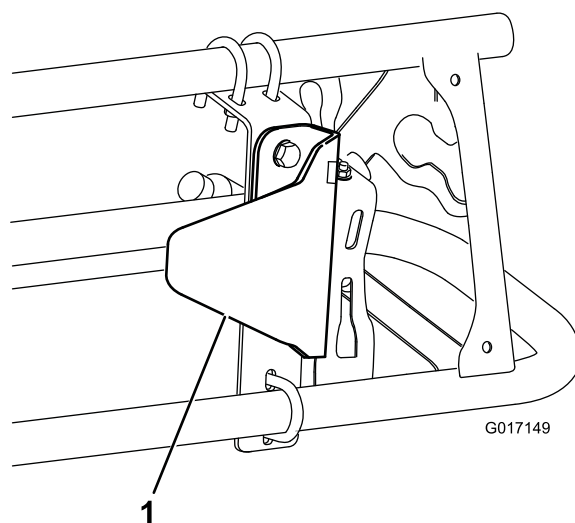

Рисунок 10
1. Монтажный кронштейн (2) 2. Контргайки (1/4 дюйма) (12)
2. Установите кронштейн ограждения датчика на монтажный кронштейн с помощью двух болтов (5/16 x 3/4 дюйма) и двух фланцевых гаек (5/16 дюйма), как показано на Рисунок 10.